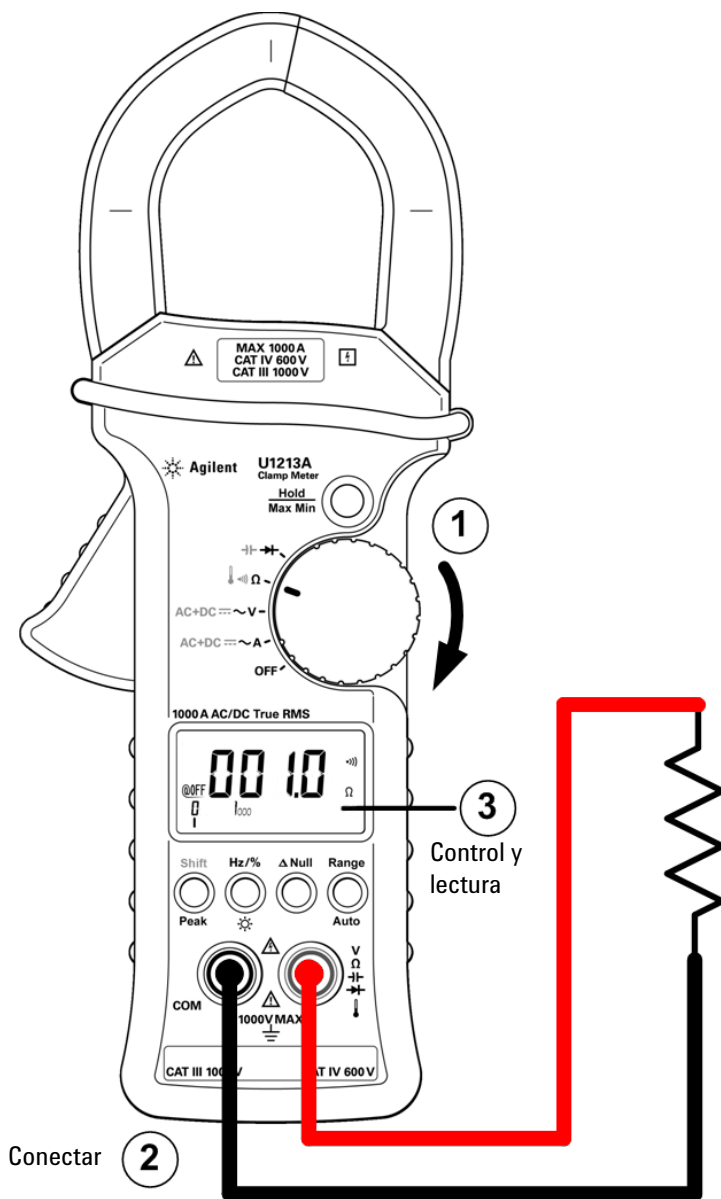

Figura 2-4 Prueba de continuidad
- 4 Para realizar mediciones de continuidad, presione **Shift** una vez, (consulte la Figura 2-4 en la página 24). Se emitirá un sonido cuando la resistencia sea menor a 10.0Ω .